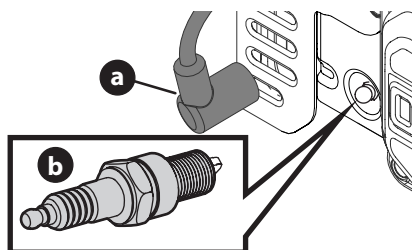

Figure 13
1. Dégagez la gaine de la bougie (a) et utilisez une clé à bougie (b) pour la démonter (Figure 13).